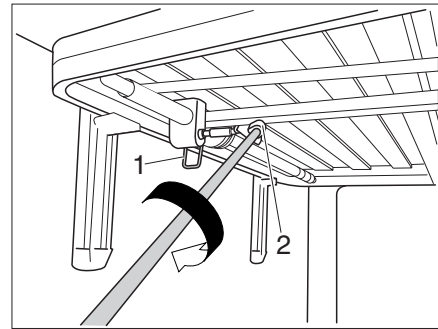

Fig. 145 Ajuste de la altura
- Soltar la palanca de retención (Fig. 145,1). La cama puede ahora desajustarse.
- Empujar la manivela en el alojamiento cuadrangular magnético (Fig. 145,2). La altura de la cama se puede ahora cambiar.
- Tirar la manivela fuera del alojamiento cuadrangular (Fig. 145,2) y colocarla en el soporte.